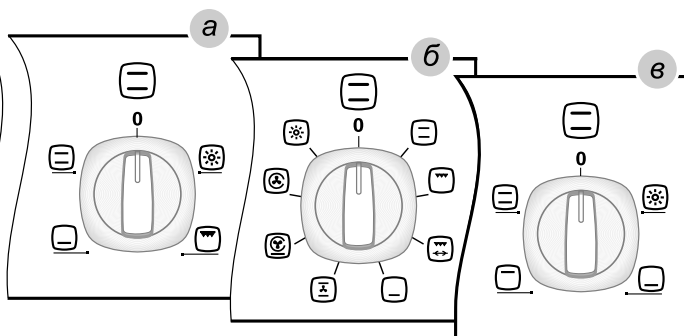

Рис. 8
- ручкой режимов работы устанавливается необходимый способ приготовления (в зависимости от модели может быть вариант а, б, в (рис. 8);